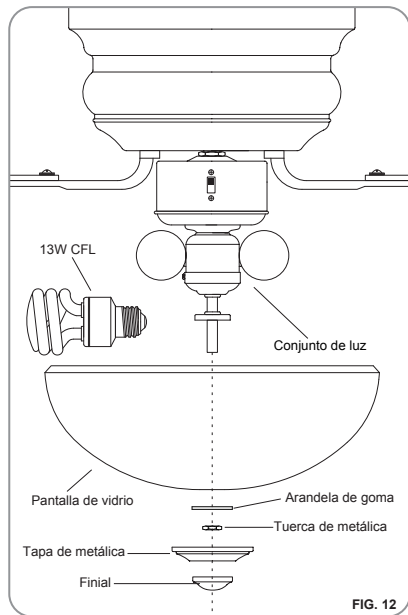

FIG. 12
Paso 1. Instale 2\*13W E27 CFL (incluido) into socket.(Fig.12)
Paso 2. Quite la arandela de goma, la tuerca de metálica, la tapa de metálica y finial del conjunto de luz. Coloque la pantalla de vidrio sobre el vástago de conjunto de luz, fijela con la arandela de goma, la tuerca de metálica, tapa de metálica y finial. No apriete en exceso. (Fig.12)